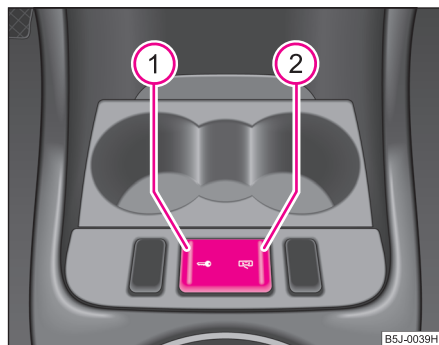

Fig. 23 Întrerupătorul închiderii centralizate
- Apăsați tasta ① ⇒ fig. 23. Simbolul ① din tastă se aprinde.
- Apăsați tasta ② ⇒ fig. 23. Simbolul ② din tastă se stinge.